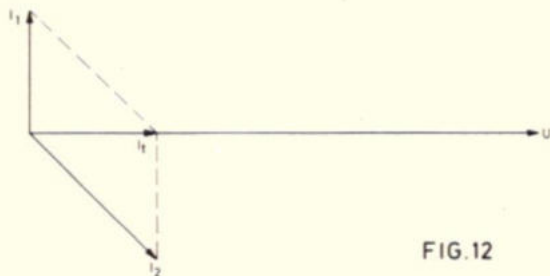

FIG. 12
b. Bij gelijkblijvende waarden van U, R en L verandert  $I_2$  niet. Om nu  $I_1$  in fase te doen zijn met U, moet  $I_2$  met een factor 2 worden verkleind (zie fig. 12). De reactantie van C is dan twee maal zo groot als in het eerste geval;  $X_C$  is derhalve  $20 \Omega$ .